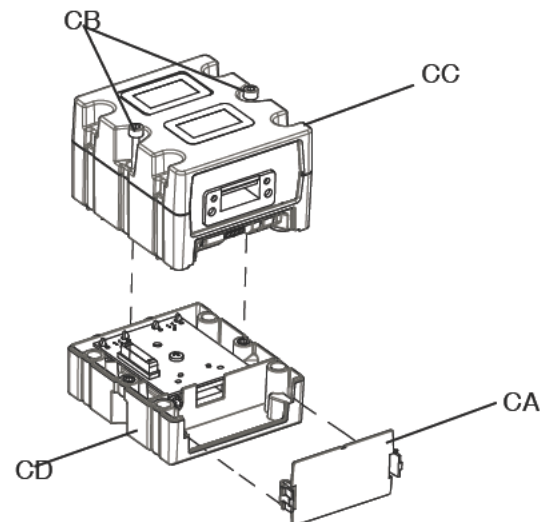

図 38: CGM の分解
- CGM(CA)からアクセスカバーを取り外します。2つのネジ (CB) を緩め、CGM (CC) をベース (CD) から取り外します (図 38)。